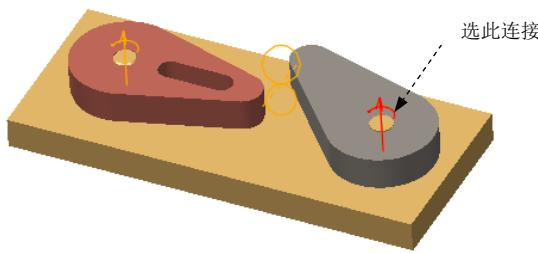

图 7.4.13 选取参考对象
(1) 选择命令。单击 **插入** 区域中的“伺服电动机”按钮 ，系统弹出“伺服电动机定义”对话框。
(2) 选取参考对象。选取图 7.4.13 所示的连接为参考对象。